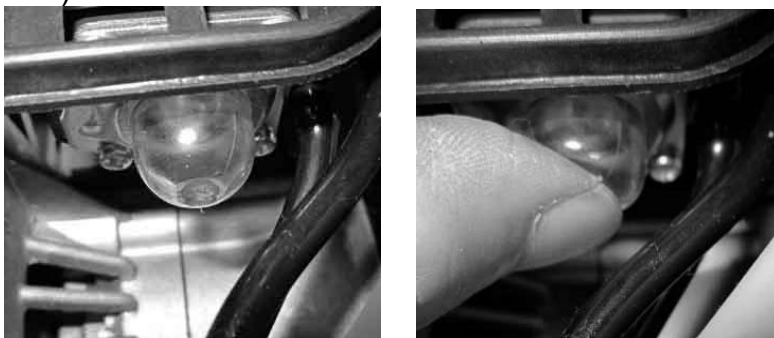

Fig. 12
- 1) Pressione a bomba do combustível várias vezes até ficar cheia de combustível. (Fig. 12)